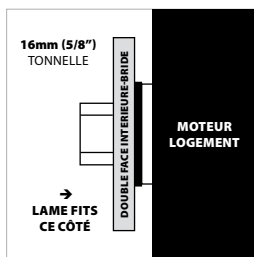

Fig. 40f
- Lorsque « inversée », le 25.4 mm (1") élévation de l'anneau sera pointant "vers l'intérieur" du moteur. Cette offre désormais un 16mm (5/8") Arbor sur le côté adjacent (**Fig. 40f**).